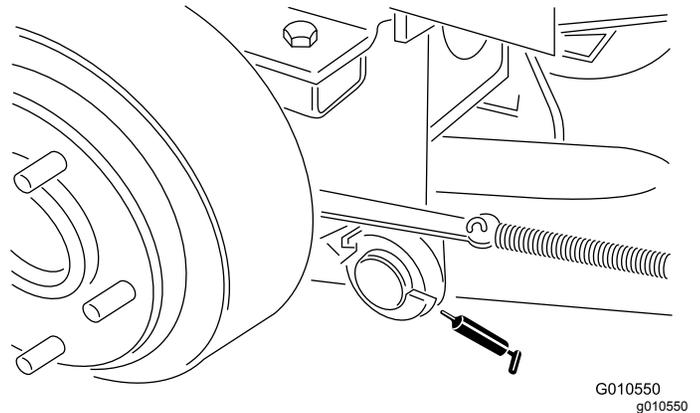

Figure 23
- Pivots de bras de levage arrière (2) (Figure 23)